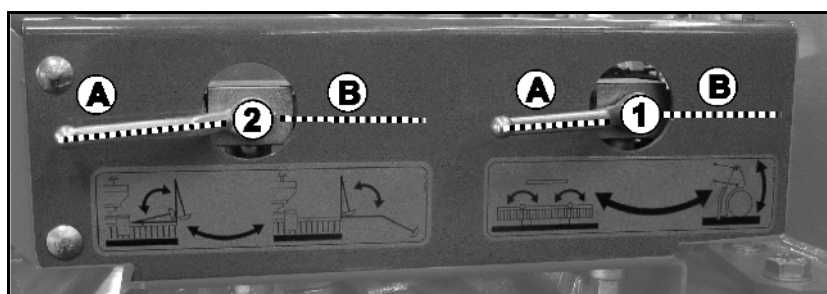

Рис. 102
1. Установите шаровой кран (Рис. 102/1) в положение **A**.
2. Установите шаровой кран (Рис. 102/2) в положение **A**.
10. Установите шаровой кран (Рис. 102/1) в положение **В**.
11. Установите шаровой кран (Рис. 102/2) в положение **А**